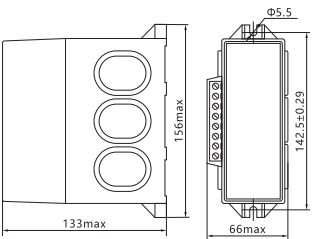

图2 额定工作电流为80A以上的保护器外形及安装尺寸
5.2 额定工作电流为80A以上的保护器外形及安装尺寸：见图2；产品重量约为0.62kg。